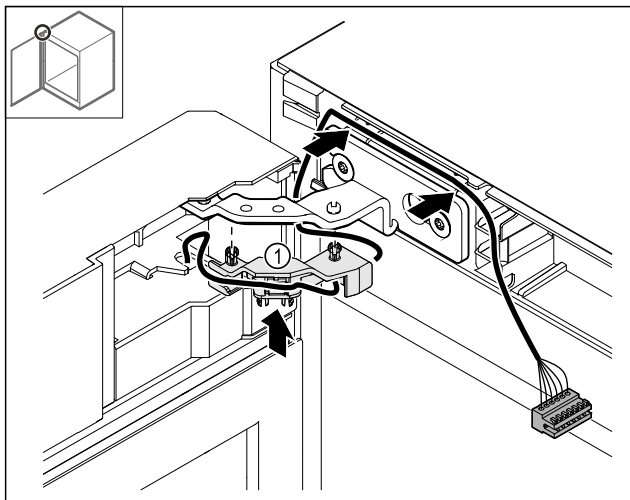

Fig. 44
- ▶ Pres kabelholderen Fig. 44 (1) ind i hængslet.